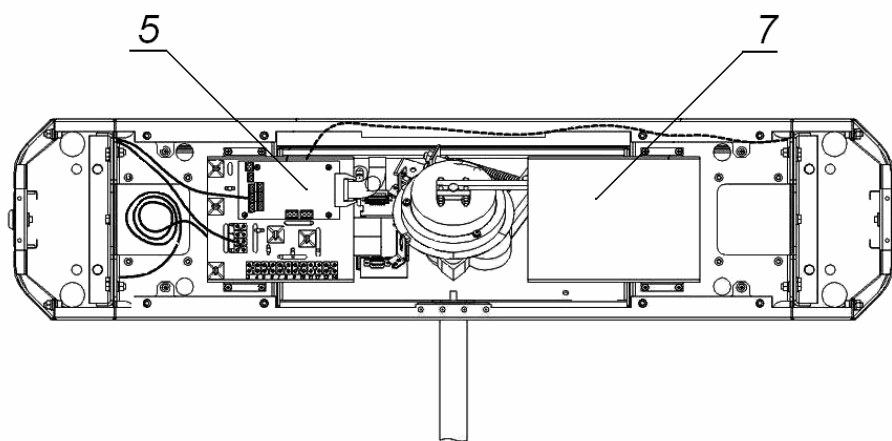
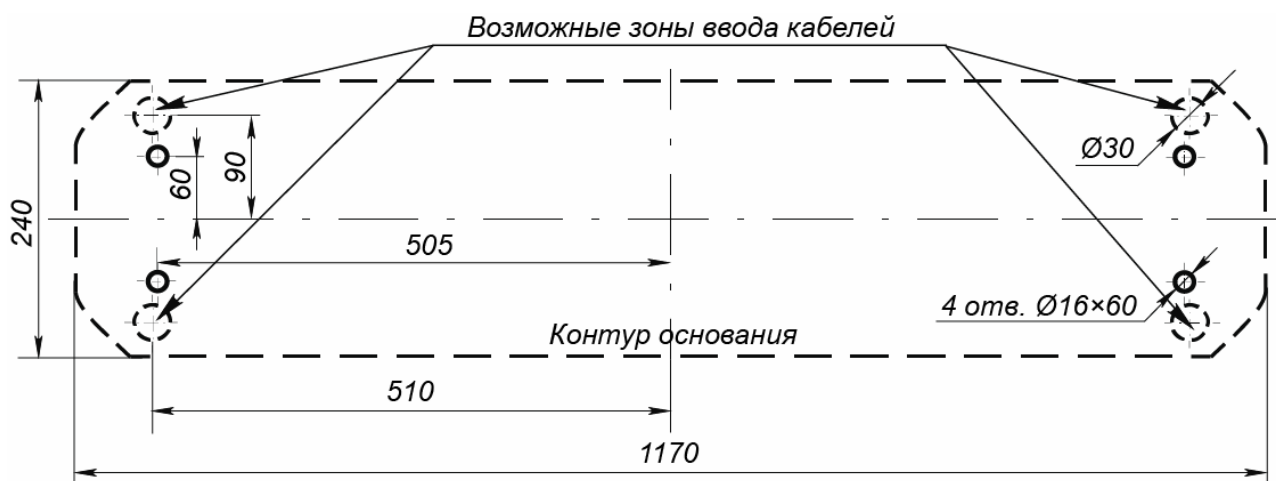

Рисунок 10 Схема прокладки кабелей в стойке турникета:
Рисунок 13 Схема разметки для установки стойки турникета
- 2 Подготовьте в полу отверстия под гильзы анкеров для крепления стойки турникета (см. рис. 13). При необходимости прокладки кабелей под поверхностью пола подготовьте в полу кабельный канал, подходящий к зоне ввода этих кабелей в стойку турникета. Установку и крепление стойки производите после прокладки всех кабелей в кабельном канале и внутри стойки. Прокладка кабелей внутри стойки показана на рис. 10.
Конструкцией турникета предусмотрена возможность установки платы контроллера СКУД внутрь корпуса турникета. Установка платы осуществляется на кронштейн (9, рис. 10). Максимальный допустимый размер устанавливаемой платы контроллера 160x150x35 мм.